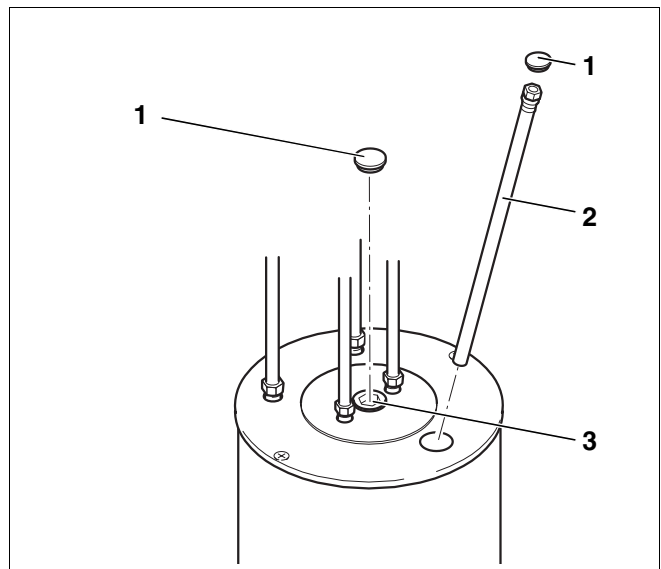

Abb. 8 Magnesiumanode herausschrauben
- Kaltwasserzulauf (EK) schließen, Speicherentleerung öffnen. Zur Belüftung einen höher gelegenen Zapfhahn öffnen.
- Kunststoffstopfen (Abb. 8, **Pos. 1**) von Magnesiumanode und Revisionsöffnung herausziehen.
- Magnesiumanode (Abb. 8, **Pos. 2**) herausschrauben.
- Magnesiumanode (Abb. 8, **Pos. 2**) neu eindichten.
- Kunststoffstopfen (Abb. 8, **Pos. 1**) auf Magnesiumanode und Revisionsöffnung aufsetzen.